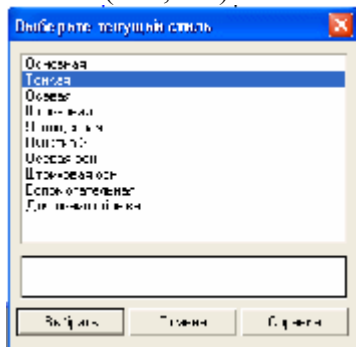

Рисунок 47
6. Выделить вторую прямую, щелкнуть 2 раза ЛКМ по прямой и на столе параметров объекта (рис.5) выбрать другой тип линии (тонкая) (рис. 47).